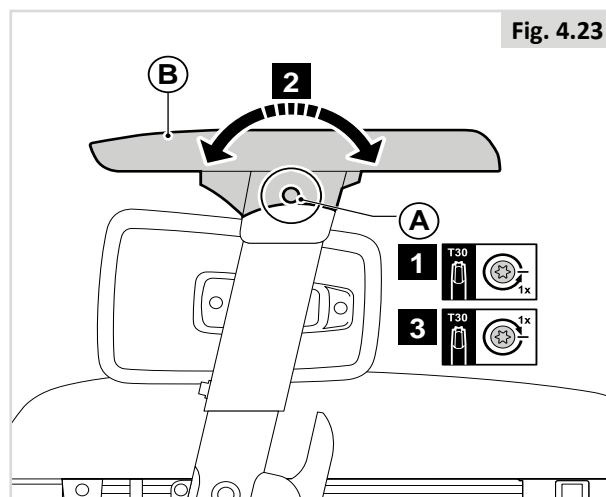
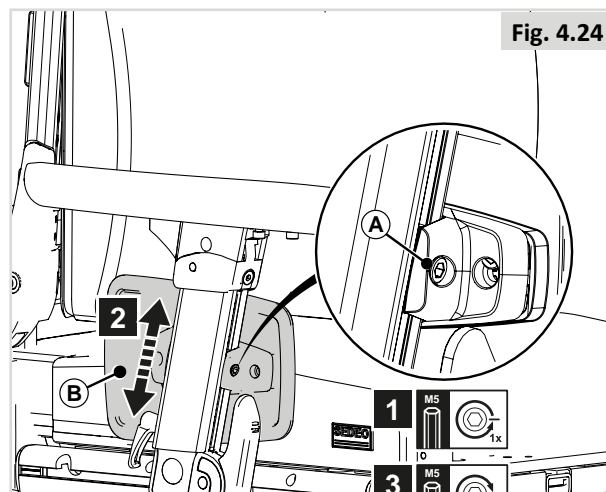

Fig. 4.23
Fig. 4.24
1. Réglez la profondeur de (A), puis serrez (E).
**Angle de l'accoudoir (Fig. 4.23)**
1. Desserrez (A) d'un tour.
2. Réglez (B) à la position désirée.
3. Resserrez (A).
**Hauteur du protège-vêtement (Fig. 4.24)**
Pour atteindre facilement la vis arrière des accoudoirs dont la hauteur est faible, desserrez les vis (A) de la Fig. 4.24 et inclinez la manchette pour rendre la vis plus accessible.